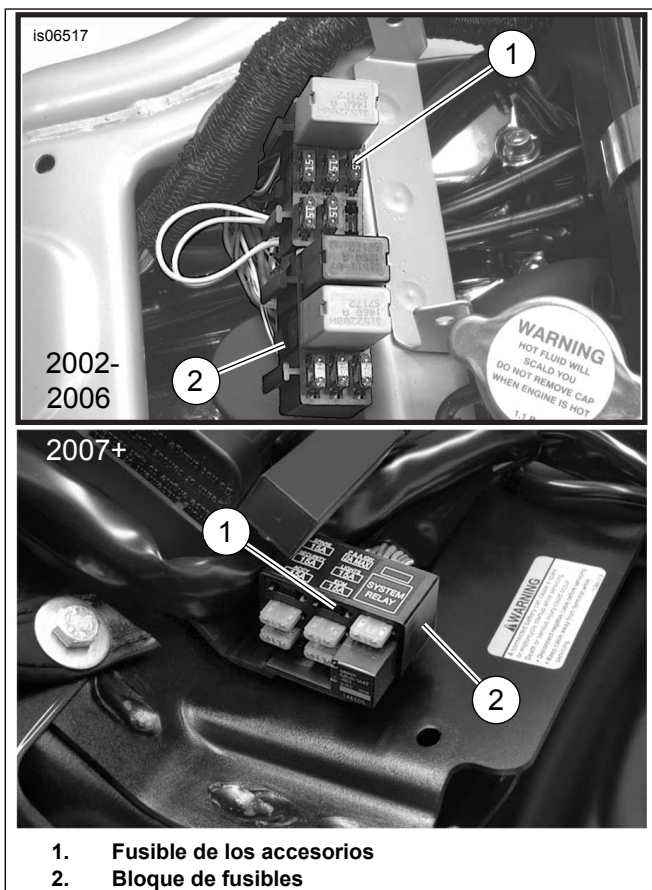

Figura 15. Ubicaciones del fusible de accesorios (modelos V-Rod)
1. Vea Figura 15. Cuidadosamente corte y abra un área de la cubierta del arnés principal cerca del bloque de fusibles (2), en un punto accesible y corte el cable naranja/blanco del arnés principal que va a la cavidad de fusible (1) marcada: